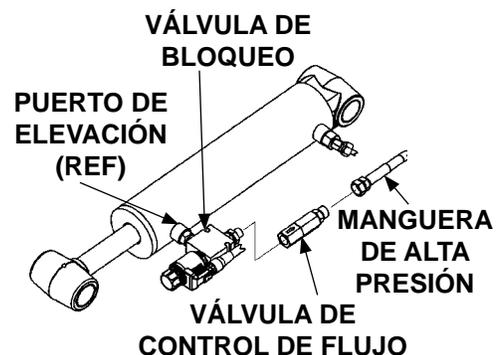

FIG. 38-3
6. Retire, inspeccione, limpie y reinstale la válvula de control de flujo en el cilindro entre la manguera de alta presión y la válvula de bloqueo (**FIG. 38-3**) Reemplace la válvula de control de flujo si es necesario (**FIG. 38-3**).